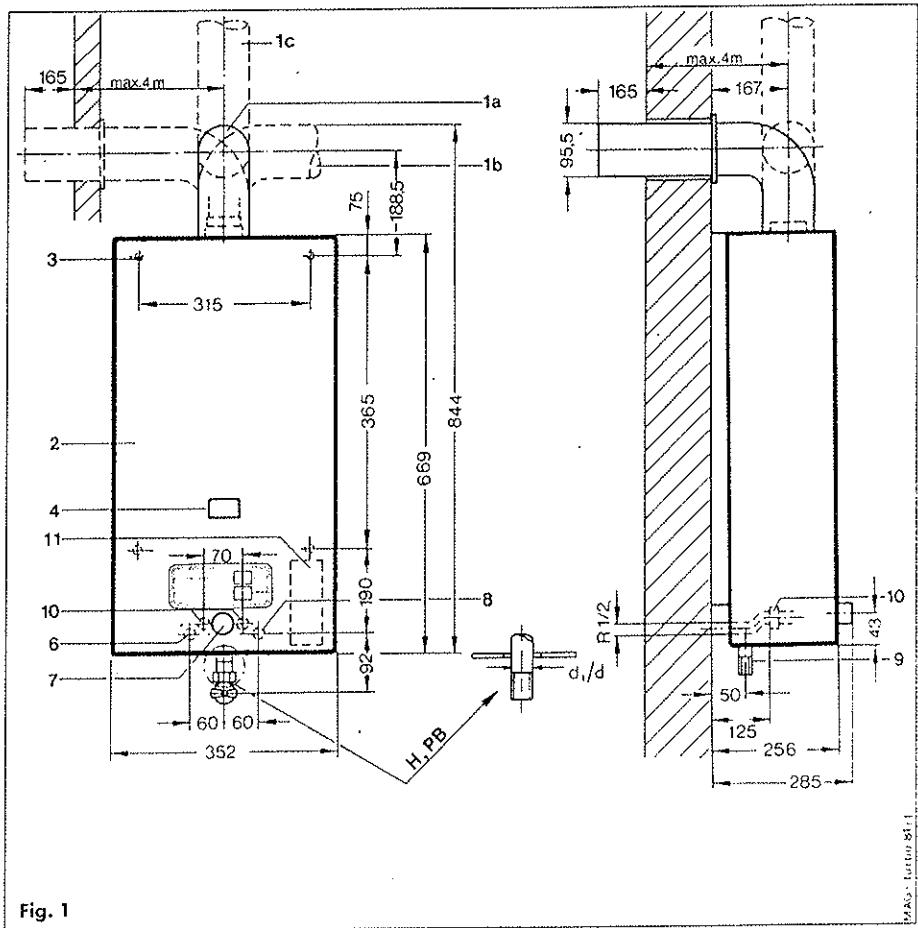

Fig. 1
Tableau des dimensions pour la figure 1
#### Légende figure 1
Pour accrocher l'appareil au mur, utiliser les 4 orifices dans la paroi arrière (voir fig. 1, page 3, pos. 3)
- Positionner les chevilles pour les vis de fixation selon les dimensions indiquées dans la figure 1.